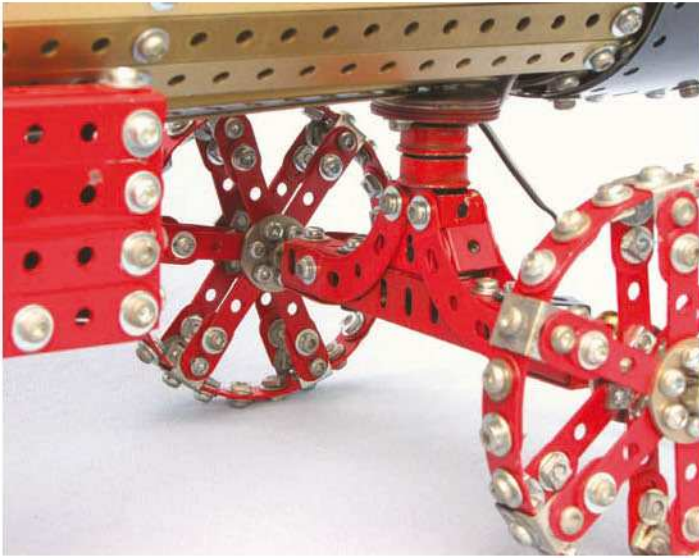

Fig. 7 Train avant
Les jantes des roues avant sont des cerceaux de 24 trous réalisés avec deux bandes de 11 trous et 2 bandes de 5 trous cintrées (Fig. 7). Les moyeux sont constitués de roues barillet de 25 mm (518).